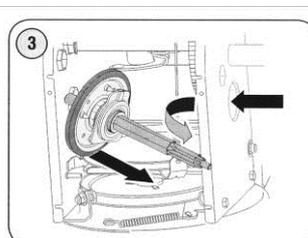

Рис.21
**ПРИМЕЧАНИЕ:** Если вы целиком меняете фрикционное колесо в сборе, снимите изношенное колесо и наденьте новое колесо на вал. Следуйте вышеуказанным инструкциям при смене всего фрикционного колеса, а при смене только резиновой прокладки следуйте следующим инструкциям. См. рис. 21